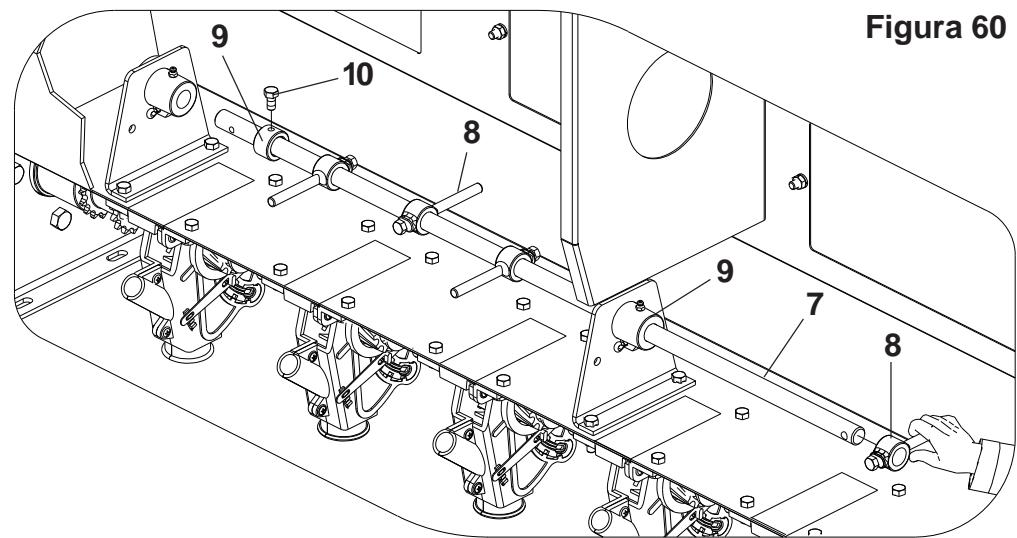

Figura 60
- 3 - Em seguida passe o eixo (7) por entre os mexedores (8), bucha (9) fixando com parafuso (10), **Figura 60**;